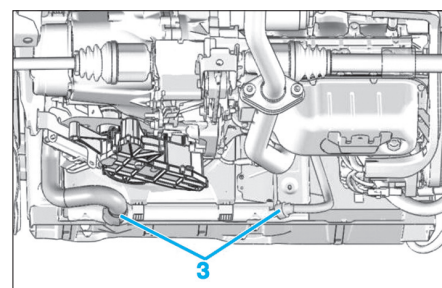

Fig. 36
- Désaccoupler les durits inférieures du radiateur de refroidissement (3) (Fig.36)